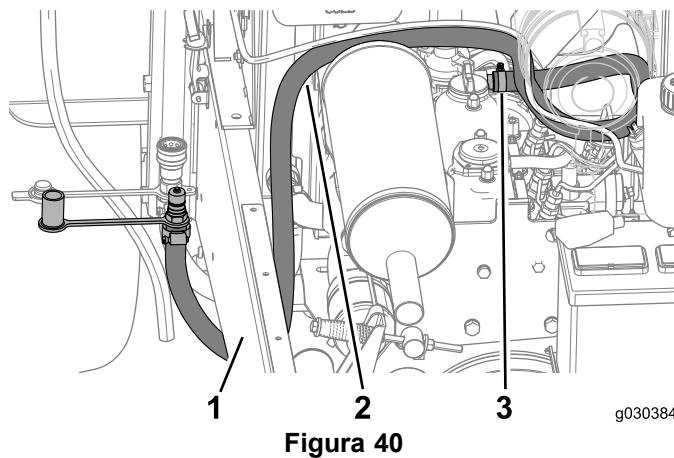

Figura 40
- Inserte la manguera sobre el extremo punzante del acoplamiento recto y fíjelo con la abrazadera de la manguera (Figura 40).
- Dirija la manguera larga tal y como se muestra en la Figura 40.